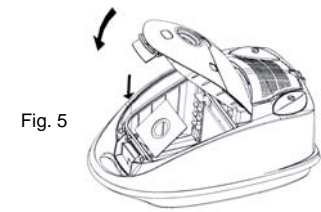

Fig. 5
4. Assurez-vous que le carton du sac repose bien sur les guides. (Fig. 5)
5. Fermez le couvercle du sac. (Fig. 5)